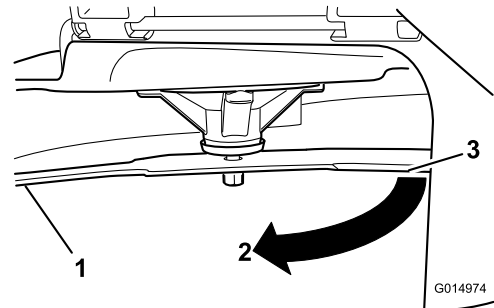

Figura 55
- Gire la misma cuchilla 180 grados de manera que el otro extremo esté en la misma posición (Figura 55).